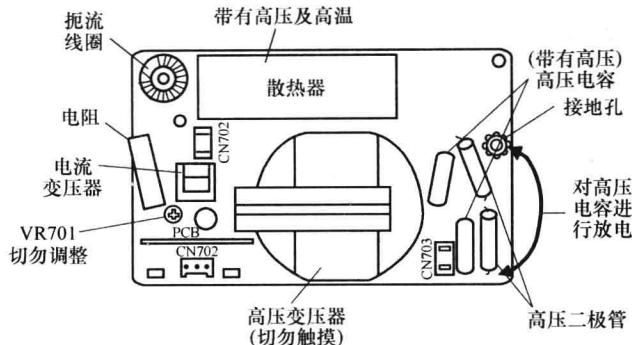

图 1-1 高压电容放电
- ① 变频器电路上提供极高压和高电流给磁控管，尽管变频器外表看似电视的变压器，但电流极大，其高电流及高电压亦存在危险。另外铝制散热器亦存在高压（高热），故当电源插头接上电源时，切勿触摸。
- ② 注意变频器地线。变频器电路板应附有接地安装板与地线连接，否则此变频器电路板会产生高压外漏引起危险。谨记地线应以螺钉与接地安装板接驳妥当。
- ③ 注意高压电容中的电荷。微波炉切断电源后，在变频器电路的高压电容中仍有电荷存在，进行零部件更换或检测时，把电源插头从插座上拔下，用带有绝缘柄的螺钉旋具使高压电容的终端与底座地线发生短路（见图 1-1 中的箭头所示），以使之放电。谨记先触及底座端，然后与高压电容终端进行短路。